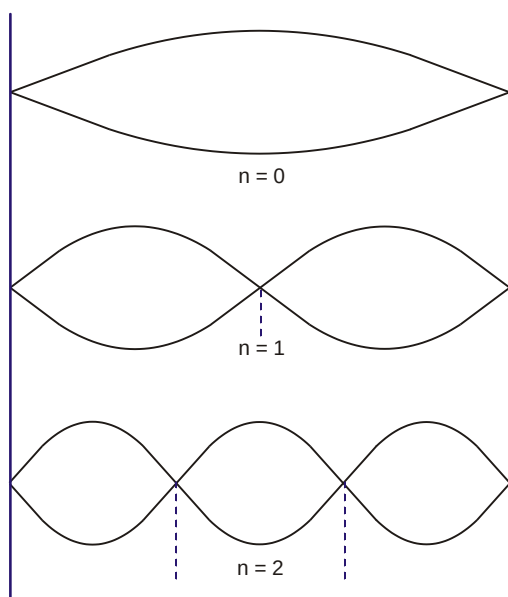

Fig. 3: Stehende Wellen.
D.h. die Resonanzbedingung (5) erfordert, dass die Länge L genau ein ganzzahliges Vielfaches der halben Wellenlänge ist. Die Resonanzfrequenz muss zu dieser Wellenlänge passen. n ist hierbei die Zahl der Schwingungsknoten. Sie ist null, wenn sich bei der Grundschiwingung nur ein Schwingungsbauch ausbildet (siehe Fig. 3).